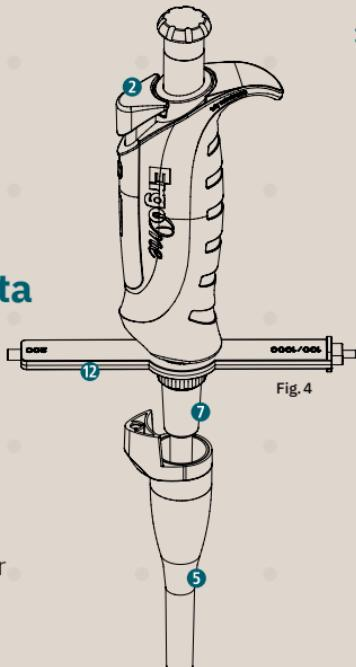
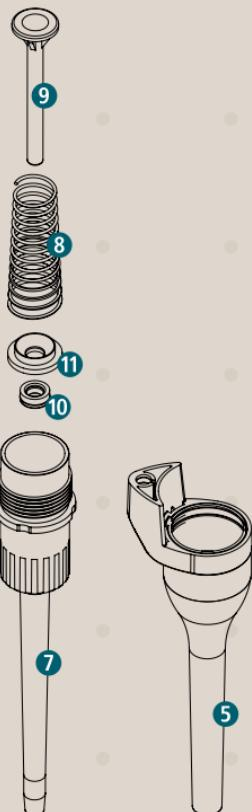

Fig. 4
Fig. 5
- Presione completamente el botón de expulsión ② y tire del casquillo de expulsión de puntas ⑤ hacia abajo (Fig. 4).
- Desatornille el cono de la pipeta ⑦ con la herramienta de montaje ⑫ cuidadosamente en sentido horario (Retirar el cono de punta de ErgoOne® 5 ml no requiere la herramienta de montaje).
- Retire la junta tórica **7a** el muelle **8** y el émbolo **9** (Fig. 5).
- Saque el aro de apoyo **11** (sólo modelos de 100 µl, 200 µl y 1000 µl) (Fig. 5).